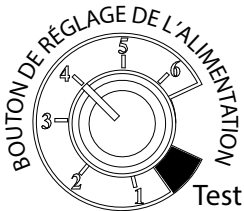

Figure 4.8
4. Réglez le débit d'alimentation. Si c'est le premier feu que vous allumez ou si vous êtes en train d'essayer plusieurs sortes de granulés, mettez le bouton de réglage de l'alimentation sur 4 (Figure 4.8). Il s'agit d'une valeur sûre, que vous devrez probablement augmenter. Lorsque vous avez trouvé un réglage qui va bien, utilisez-le. N'oubliez pas que si le débit d'alimentation est trop élevé, vous risquez de gaspiller du combustible.